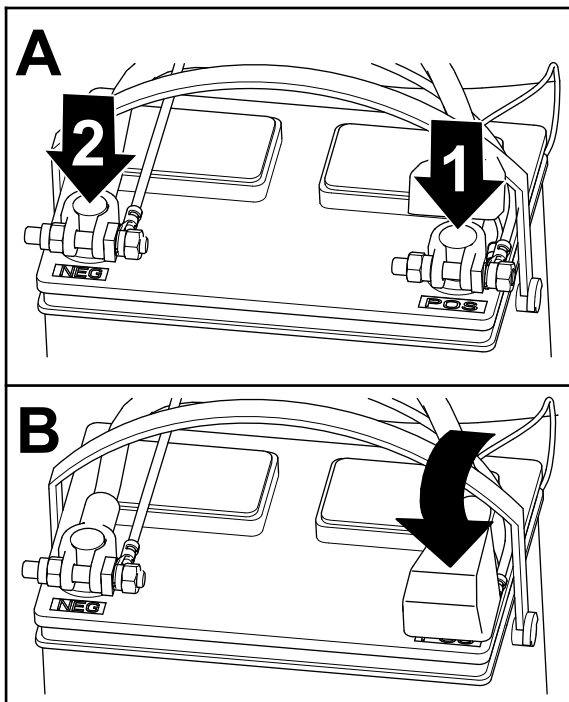

Figura 23
1. Collegate il cavo positivo alla batteria e serrate il dado della fascetta della batteria (Figura 23).
2. Collegate il cavo negativo alla batteria e serrate il dado della fascetta della batteria (Figura 23).
3. Montate l'isolamento sul morsetto positivo della batteria (Figura 23).